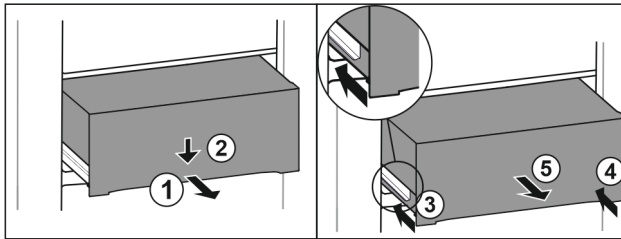

Fig. 171
- Lade er half uittrekken. Fig. 171 (1)
- Schuiflade aan de voorzijde omlaag drukken. Fig. 171 (2)
- Linker rail ca. 2 cm inschuiven. Fig. 171 (3)
- Rechter rail ca. 2 cm inschuiven. Fig. 171 (4)
- Lade naar voren toe verwijderen. Fig. 171 (5)